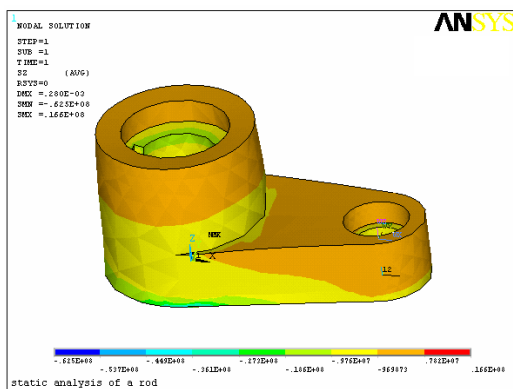

图 8-69 Z 方向的应力
⑦用同样的方法查看 Z 方向的应力，如图 8-69 所示。
⑧从主菜单中选择 Main Menu: General Postproc > Plot Results > Contour Plot > Nodal Solu 命令，打开“Contour Nodal Solution Data”对话框。